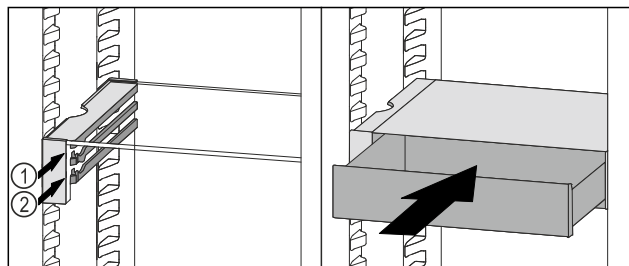

Fig. 87
- ▶ Posizionare il cassetto VarioSafe dietro i tappi sulla nervatura desiderata Fig. 87 (1) o Fig. 87 (2).